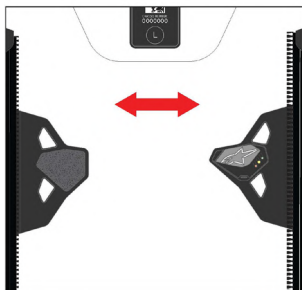

Figura 13: Come spegnere il Sistema;
Per mantenere il Sistema spento, tenere il flap frontale (3) aperto e aperto come illustrato nella Figura 13. Mantenere sempre il Sistema in questa condizione quando viene immagazzinato, trasportato o spedito.
AVVERTENZA! Quando non si guida una motocicletta, spegnere **SEMPRE** il Sistema aprendo il flap frontale (3) come mostrato nella Figura 13, anche se si continua a indossare il Sistema. Sebbene il Sistema sia stato valutato per una serie di attività diverse dalla guida, tenerlo acceso e/o attivo aumenta la possibilità di un intervento indesiderato e scarica la batteria.